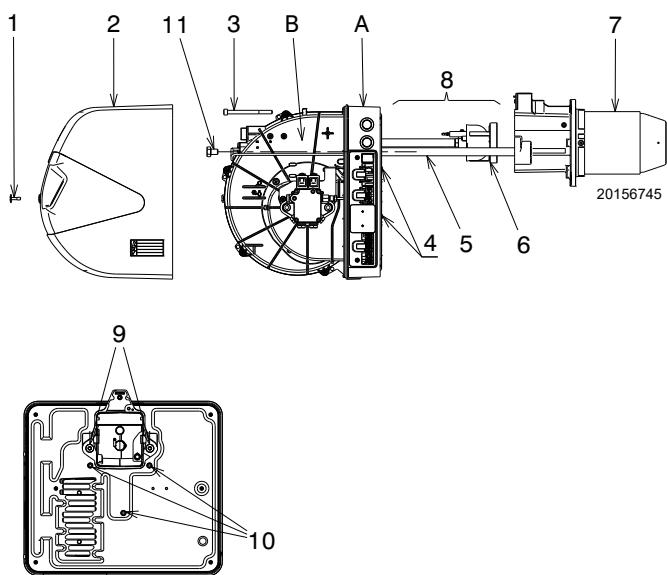

Abb. 29
Um den UV-Fühler 1) herauszunehmen, die Schrauben 2) lockern und die Halterung 3) aushängen, nach dem Entfernen der Schrauben 4)(Abb. 29 auf S. 28).
- Wenn die Schalttafel (A)(Abb. 29) gewartet werden muss, ist es möglich nur die Lüftereinheit (B)(Abb. 29) zu entfernen, um einen besseren Zugriff auf die elektrischen Bauteile zu ermöglichen.
- Ziehen Sie bei offenem Brenner wie in Abb. 29 gezeigt die Elektrodenkabel ab und entfernen Sie den Kopfblock 8)(Abb. 29) durch Lösen der beiden Schrauben 9)(Abb. 29).
- Trennen Sie die Verkabelung des Gebläsemotors, entfernen Sie die 3 Schrauben 10)(Abb. 29) am Schutzblech und die beiden Schrauben 11)(Abb. 29) und ziehen Sie die Lüftereinheit B)(Abb. 29) aus den Führungen 4) - 5)(Abb. 29).
- Nun können Sie 2 der 3 Schrauben 10)(Abb. 29) verwenden, um die Schalttafel an den in Abbildung Abb. 28 angegebenen Punkten an der Muffe zu befestigen. Anschließend können Sie die Wartungsarbeiten durchführen.
- Den Teil A in leicht angehobener Stellung zurücksetzen, um die Scheibe 6) am Flammrohr 7) nicht zu beschädigen (Abb. 29).